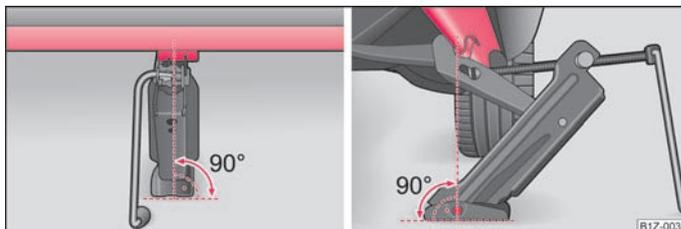

Abb. 139 Wagenheber ansetzen
- Setzen Sie den Wagenheber so an, dass die Klaue den Steg ⇒ **Abb. 139**- rechts unterhalb der Einprägung in der Seitenfläche des Unterholms umfasst. ▶
- Stellen Sie sicher, dass die Grundplatte des Wagenhebers mit ihrer gesamten Fläche auf dem geradem Untergrund steht und sich senkrechter Position ⇒ **Abb. 139** zur Stelle, an der die Klaue den Steg umfasst, befindet.